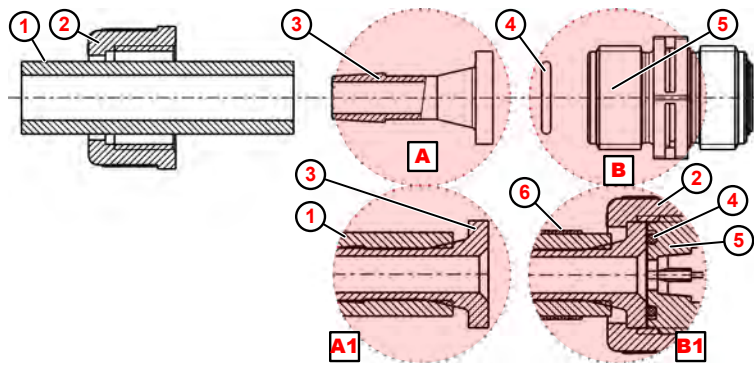

Abb. 9: Rohr- und Schlauchanschluss mit Aufstecknippel und Schlauchschelle
1. ➤ Schlauch ( Abb. 9 , ① ) gerade abschneiden.
2. ➤ Schlauchschelle ⑥ über Schlauch ① schieben
3. ➤ Überwurfmutter ② über Schlauch ① schieben.
4. ➤ Schlauch ① bis zum Anschlagbund auf Aufstecknippel ③ schieben (Detail Ⓐ1 ).
5. ➤ O-Ring ④ in Nut von Saug- bzw. Druckventil ⑤ legen.
6. ➤ Überwurfmutter ② festziehen.
7. ➤ Schlauchschelle ⑥ nach unten schieben und festziehen (Detail Ⓑ1 ).